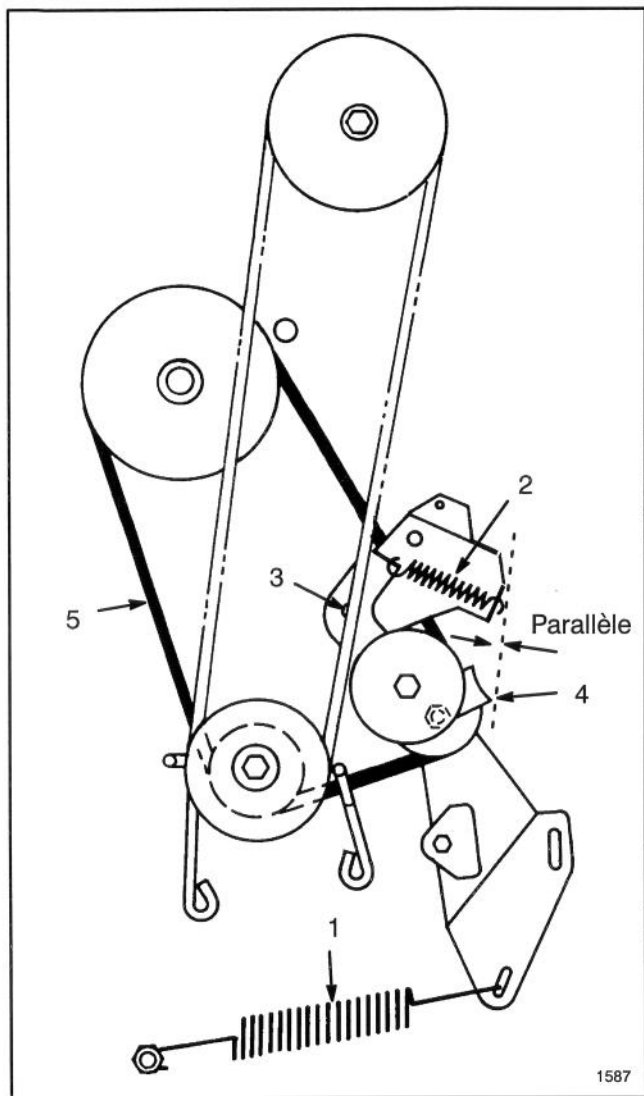

Figure 21
7. Décrocher le grand ressort de traction de sa vis de fixation (Fig. 21). Faire attention car le ressort est fortement tendu.
8. Décrocher le ressort de renvoi du support de poulie de renvoi (Fig. 21).
9. Retirer avec sa rondelle le contre-écrou fixant le support de poulie de renvoi au châssis, et déposer le support (Fig. 21).
10. Desserrer le contre-écrou sur la poulie pour pouvoir retirer le guide de courroie (Fig. 21), et retirer la courroie de toutes les poulies.
**Remarque:** En remontant le guide de courroie sur la poulie de renvoi, s'assurer que le bord du guide de courroie soit parallèle au châssis, comme illustré à la figure 21.